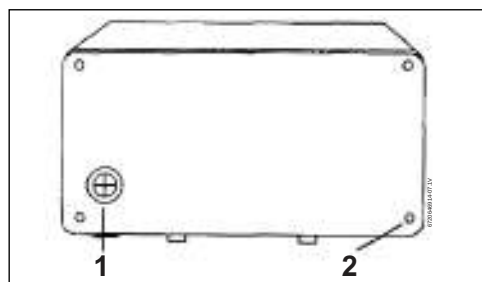

Fig. 6 Parte posterior de la unidad
- Si va por la parte posterior de la cubierta de la unidad, corte a través del ojal de la placa trasera con un cuchillo afilado. Asegúrese de no retirar la arandela de la placa posterior (Fig. 6) :